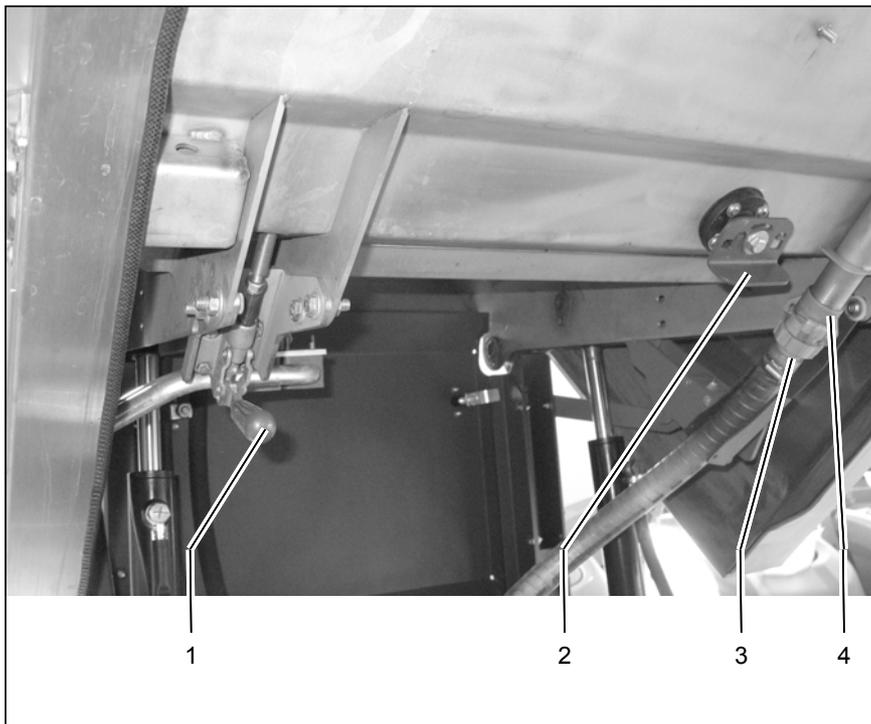

Fig. 21
- Desserrer le raccord vissé du tuyau (Fig. 21/3) et retirer le joint à baïonnette (Fig. 21/4).
- Déverrouiller la trappe de sol à l'aide du levier (Fig. 21/2) et l'ouvrir avec le levier (Fig. 21/1).